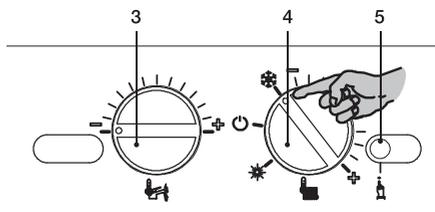

Рисунок 5.35
- Прежде чем включить электропитание котла, установите регуляторы 3 и 4 так, как показано на рисунке (см. Рисунок 5.35).
Нажмите кнопку сброса 5 (Рисунок 5.35) и пролистайте параметры до P11, предназначенного для настройки постциркуляции насоса. На ЖК-дисплее последовательно отобразятся следующие символы (параметр P11 будет загораться поочередно с 44).
Чтобы изменить настройку, поверните регулятор температуры горячего водоснабжения 3 (Рисунок 5.35) и установите его на выбранное время, как показано на следующем рисунке (Рисунок 5.39).
Шаг настройки регулятора 3 (Рисунок 5.35) соответствует отображаемому на ЖК-дисплее значению 44 (40 секунд). Это значение можно установить на максимум 255 (4 минуты). На ЖК-дисплее при этом будут поочередно загораться P11 и 60.